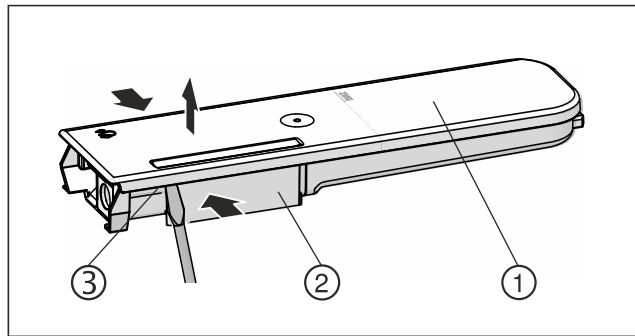

Fig. 146
- ▶ Druk het waterreservoir Fig. 146 (2) samen en til het deksel Fig. 146 (1) voorzichtig over de vergrendelingsnokken Fig. 146 (3) en trek het omhoog.
- ▶ Beweeg het deksel Fig. 146 (1) licht heen en weer en neem het naar boven toe af.